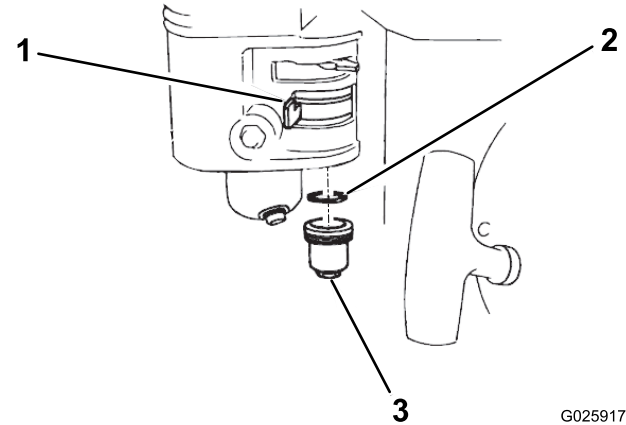

Figura 19
1. Spostate la valvola del carburante in posizione OFF e rimuovete la coppa dei sedimenti di carburante e l'O-ring (Figura 19).